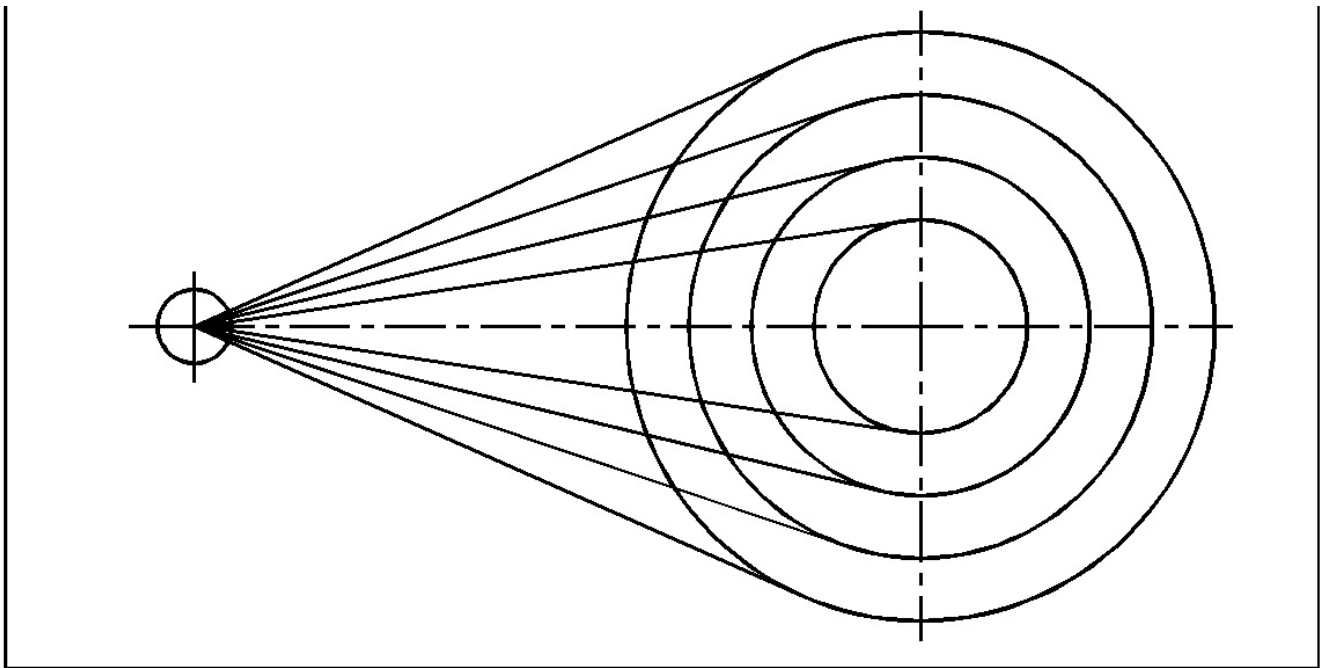

Рис. 3.5. Пример выполнения задания 3.2.5
3.2.5. Начертить ряд окружностей в соответствии с примером (рис. 3.5). Из центра левой (малой) окружности провести касательные прямые к окружностям справа. Осевые линии начертить штрихпунктирными, цвет красный. Перечисленные свойства назначить в меню независимых атрибутов объектов. Концентрические окружности начертить при помощи команды **OFFSET** (СМЕЩЕНИЕ).